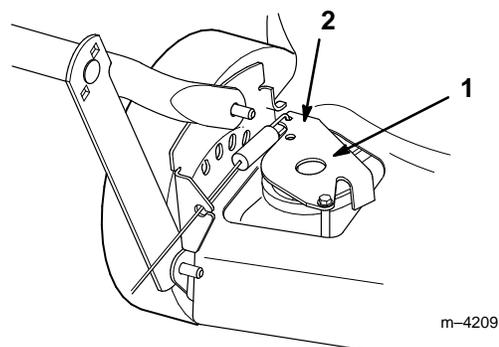

Figure 19
3. Pousser le support de traction vers le bas jusqu'à ce qu'il touche la tondeuse, et le maintenir dans cette position (Fig. 19).